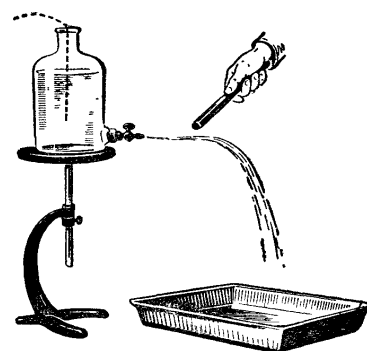

Рис. 74
3. Чтобы показать притяжение струи воды к наэлектризованной палочке, соберите установку по рис. 74.